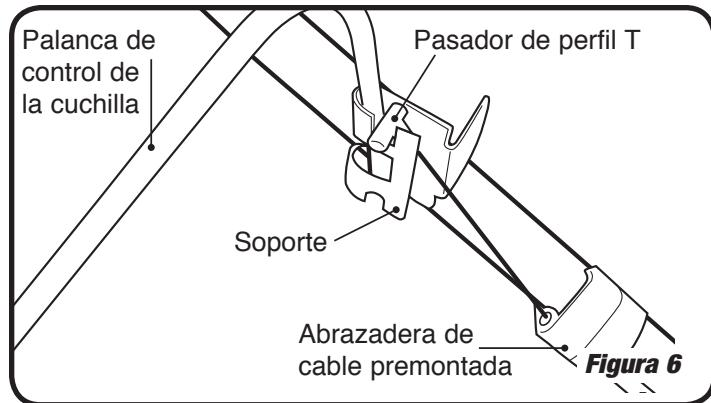

Figura 6
1. Insertar el pasador de perfil T en el soporte como se muestra en la Figura 6.